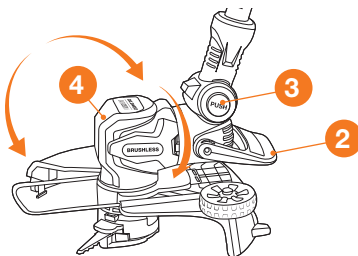

Рис. 8
- Для изменения угла поворота косильной части зажмите рычаг регулировки наклона **2** и поверните косильную часть **4** на 90° против часовой стрелки, после чего отпустите рычаг (Рис. 8).
- Для изменения угла наклона косильной части – зажмите кнопку фиксатора **3** и установите в необходимое положение, после чего отпустите кнопку для фиксации (Рис. 8).